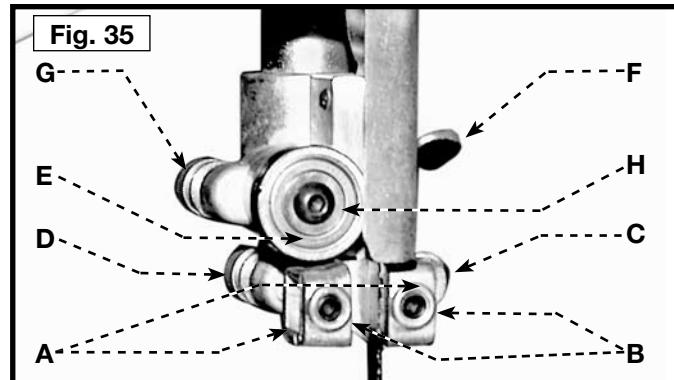

Fig. 35
3. Ajuste las guías (A) Fig. 35 de modo que el borde delantero de las guías sea justo detrás de los gulletos. de los dientes de la sierra. El soporte completo del bloque de guía se puede mover adentro o hacia fuera aflojando el tornillo de pulgar (C) y dando vuelta a la fig. con estrías 35 de la perilla (D). Cuando las guías (A) se fijan correctamente, apriete el tornillo de pulgar (C).
4. Asimiento de dos tornillos de presión (B) Fig. 35 la lámina del alto dirige (A) en lugar. Afloje los tornillos de presión (B) para mover las guías (A). Coloquelas tan cerca como sea posible al lado de la lámina. (tenga cuidado de no pellizcar la lámina). Apriete los tornillos (B).
5. Superior del cojinete de la ayuda de la lámina (E) Fig.35 previene daño al sistema en los dientes de la sierra guardando la lámina de ser empujado demasiado lejos hacia atrás. El cojinete de la ayuda (E) se debe fijar el 1/64" detrás de la lámina aflojando el tornillo de pulgar (F) y dando vuelta al (G) con estrías de la perilla para mover el cojinete de la ayuda (E) adentro o hacia fuera.
6. Ajuste el cojinete de la ayuda de la lámina (E) de modo que el borde trasero de la lámina traslape el diámetro exterior del rodamiento de bolitas por el cerca de 1/16". El cojinete (E) se fija en un excéntrico. Para cambiar la posición, quite el tornillo (H) y fig. 35 del cojinete (E). Afloje el tornillo de pulgar (F), retirese la perilla con estrías del tornillo de presión. Quite el eje de la tuerca hexagonal del agujero, y rótelos para mover al excéntrico para el cojinete.
7. Cuando la guía de la lámina usa a un punto que no puede ser ajustada cerca de la lámina, afloje del tornillo (b) Fig. 35 y invierta de las guías de la lámina (a) Fig. 35.